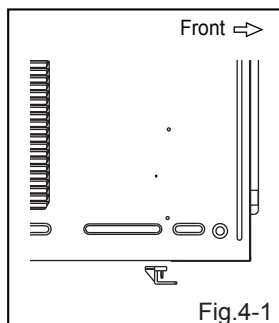

Fig.4-1
- 4a. Assurez-vous que les broches sur le guide du cadre du bas font face à l'arrière de l'appareil. (Fig.4-1)